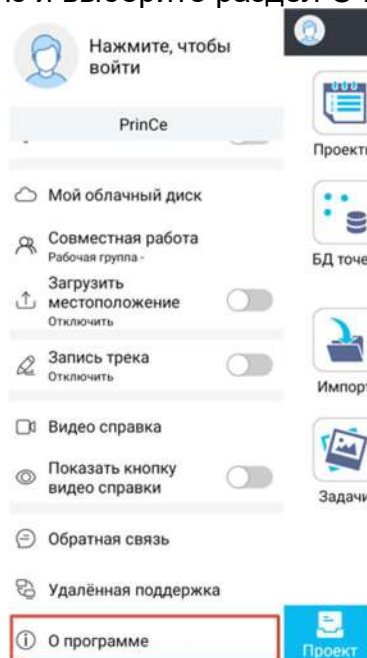

Рисунок 1.4.7
- 🖥️ Прокрутите шторку вниз и выберите раздел О программе (Рисунок 1.4.7).